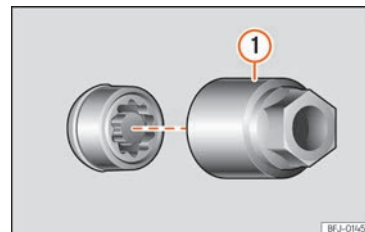

**Fig. 44** Tornillo antirrobo de la rueda con capuchón y adaptador.
- Encaje el adaptador especial »» fig. 44 ① (herramienta de a bordo »» pág. 44) en el tornillo antirrobo de la rueda hasta el tope.